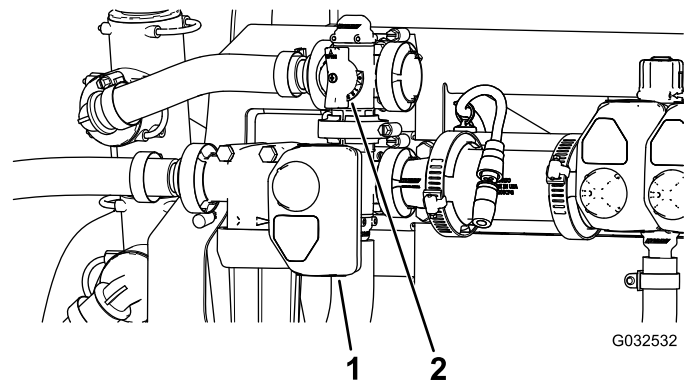

Bild 49
10. Stellen Sie das Rührwerksicherheitsventil (Bild 49) hinten am Rührwerkventil so lange ein,